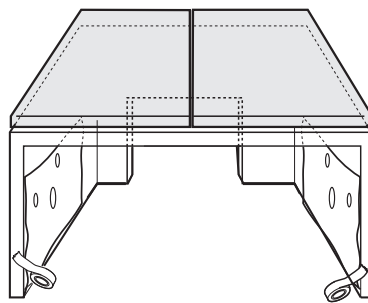

Fig. 3
3. Appliquez le gabarit fourni avec l'appareil, à droite puis à gauche de celui-ci (Fig. 3), et percez comme indiqué (3 orifices clôs, 2 de Ø 2 mm, 1 de Ø 5 mm).